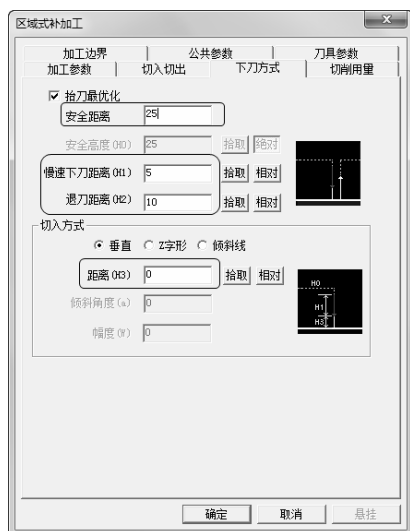

图 3-86 “下刀方式”选项卡
3) 单击“下刀方式”选项卡，设置“切入方式”为“垂直”，勾选“抬刀最优化”，设置“安全距离”、“慢速下刀距离”、“退刀距离”、“距离”，具体参数数值如图 3-86 所示。